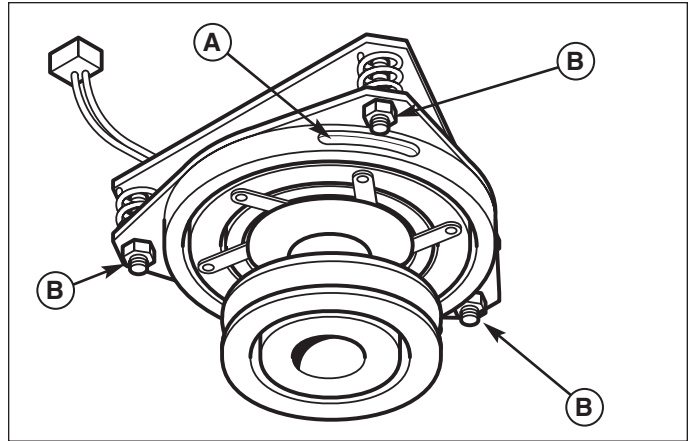

Abb. 34. Einstellung Zapfwellenkupplung
2. Siehe Abb. 34. Position der 3 Einstellungsfenster (A) in der Seite der Bremscheibe und den selbsthemmenden Einstellmuttern (B) feststellen.
4. Es können auch die Einstellmuttern (B, Abb. 34) angezogen werden, bis die Stirnseite des Rotors und der Befestigung die Fühlerlehre leicht berühren.